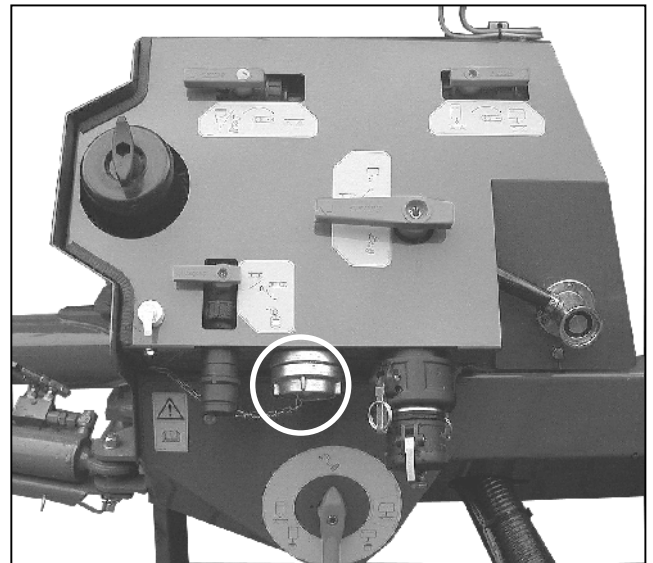

Bild 10.8
Med påfyllningsanslutningen (bild 10.8) kan huvudbehållaren eller spoltanken fyllas från vattenledningssystemet.
- Anslut vattenledningssystemet via "C"-kopplingen (bild 10.8).